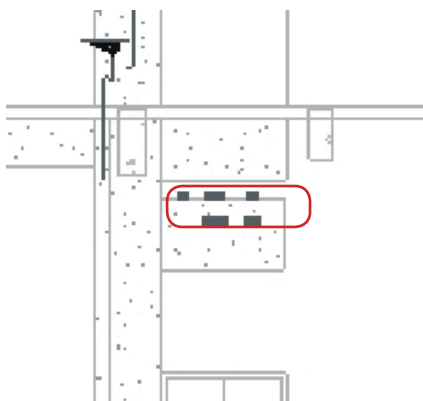

图3 电气管线与结构专业配合
2) 电气专业与结构专业之间的配合问题。此处结构为剪力墙，由于5根电缆桥架需要通过，则需要结构专业在此处预留了一个250 mm高的洞口，这在二维画图中较容易遗漏。电气管线与结构专业配合如图3所示。